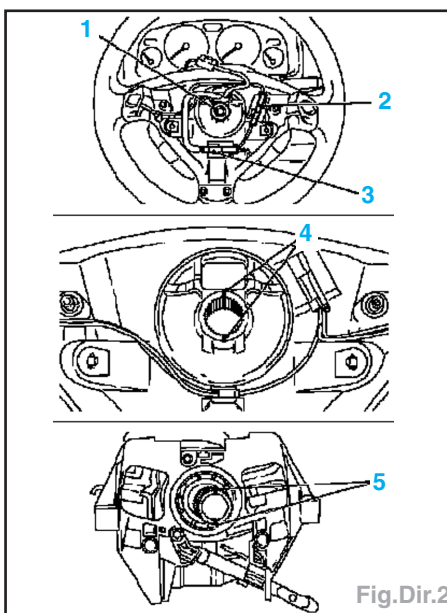

Fig.Dir.2
- Dégrafer la fiche (2) de faisceau d'avertisseur et de la commande à distance de la radio (3), déposer l'écrou (1) de volant et le déposer (Fig.Dir.2).
Nota : Faire attention à ce que les taquets d'entraînement de l'unité de contact soient placés dans le moyeu du volant et que les repères (4 et 5) soient dans le même alignement (Fig.Dir.2).
Important : Veiller au bon logement des clips (5) et en cas d'endommagement, remplacer l'unité de contact (Fig.Dir.2).